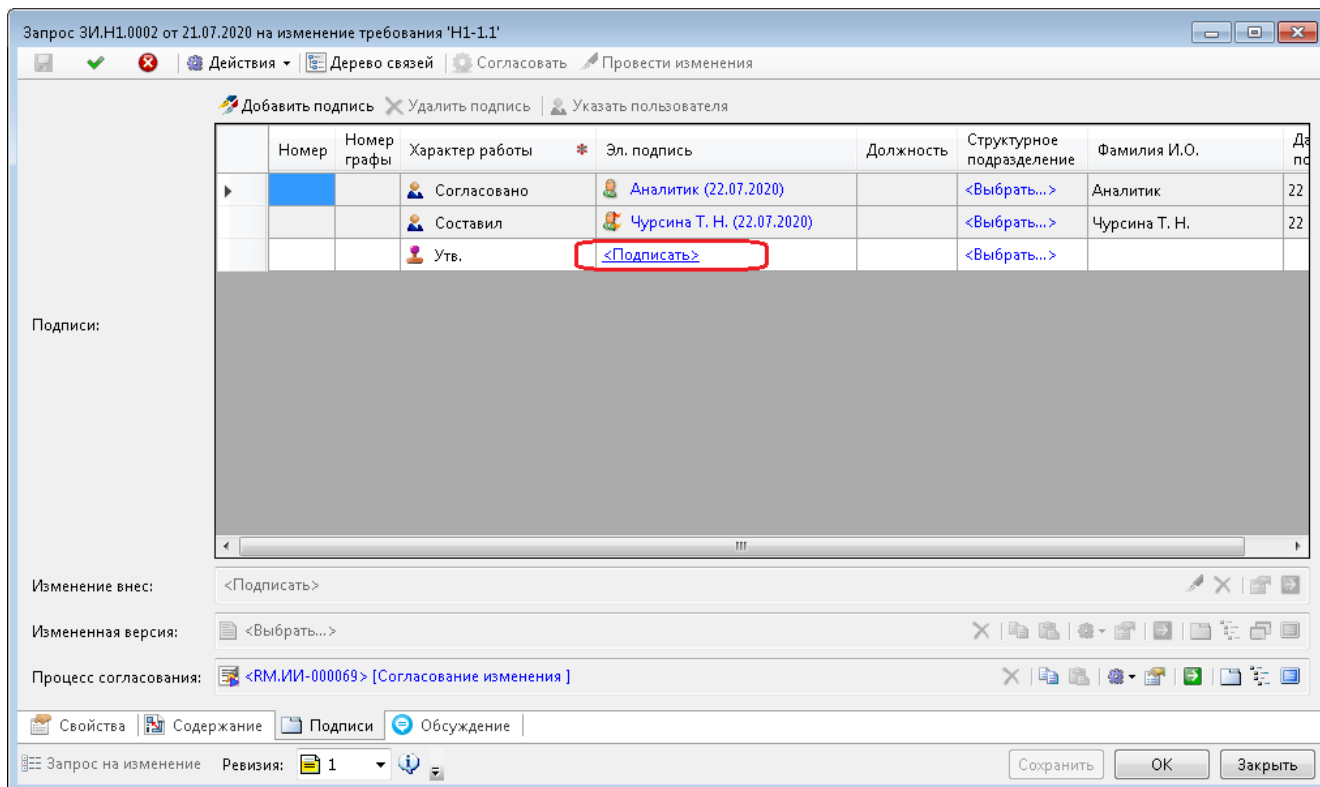

Рисунок 337 — Окно свойств «Запрос на изменение»
- в таблице «Подписи» нажать <Подписать> в колонке «Эл. подпись» (Рисунок 337);